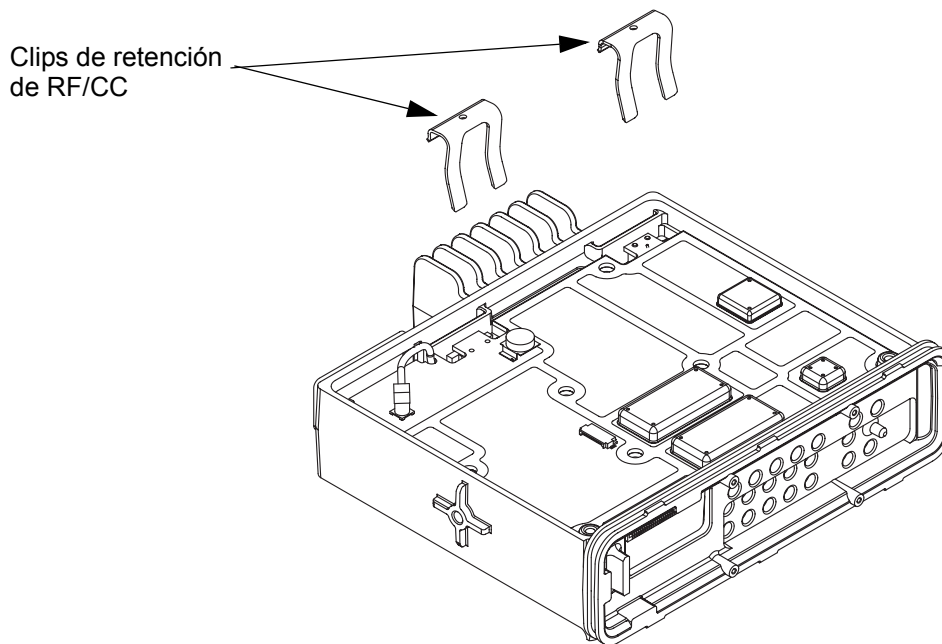

Figura 5-49 Inserción de los clips de retención de RF/CC
2. Inserte los clips de retención de RF/CC y asíéntelos debidamente. El clip de CC debe insertarse primero para ubicar correctamente la tarjeta del transceptor. Consulte la Figura 5-49.